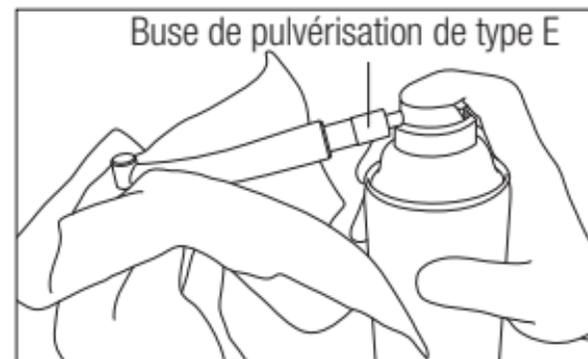

Fig. 12
- 3) Tenir la pièce à main, puis la vaporiser de deux à trois secondes jusqu'à ce que de l'huile soit évacuée de la pointe de la pièce à main (Fig. 12). Répéter la procédure de lubrification jusqu'à ce qu'aucun résidu ne sorte par la pointe.